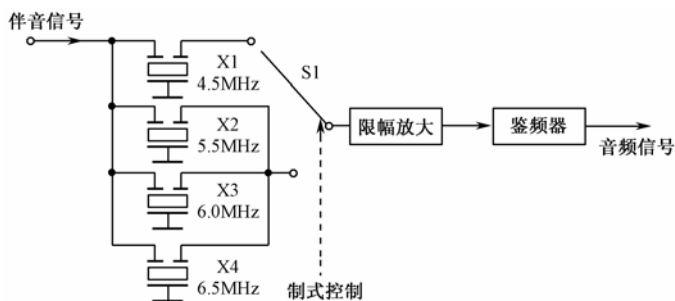

图 8-7 直接输入法电路原理图
(3) 直接输入法 将四种伴音中频信号直接送入伴音通道, 其中 6.5MHz、5.5MHz、6.0MHz 三种信号并联后直接送入, 4.5MHz 的伴音中频信号由伴音制式控制电路通过电子开关选择后送入。之所以不能把 4.5MHz 的伴音中频信号与其他三种伴音信号并联后输入, 是因为 PAL、SECAM 制式的彩色副载波为 4.3MHz, 同 4.5MHz 伴音载频很接近, 容易引起彩色干扰伴音, 电路原理如图 8-7 所示。